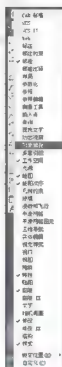

图 2.53 调出【对象捕捉】工具栏
首先将当前层换为【柱子】图层，然后右击任意一个按钮，弹出工具选项菜单，如图2.53所示。选择【对象捕捉】工具，调出【对象捕捉】工具栏。
- 图2.53中所示的工具选项菜单中显示“√”的选项，都是AutoCAD工作界面上已显示的工具栏。如果其中任一工具栏丢失，可以用调出【对象捕捉】工具栏的方法重新调出。